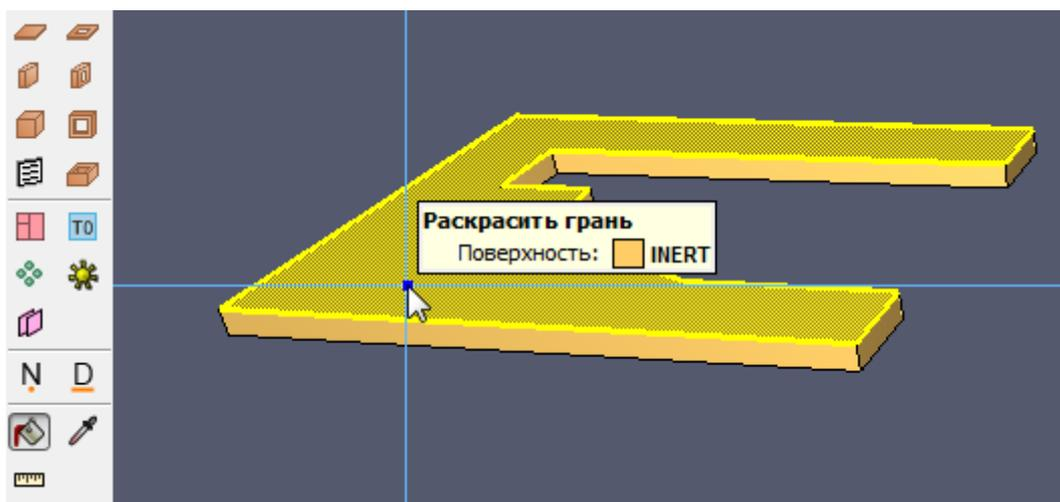

Рисунок 9-33 Грань препятствия подсвечена инструментом раскрашивания
2. Наведите курсор на раскрашиваемую грань. Если грань может быть окрашена выбранной поверхностью/цветом, грань подсветится желтым, как показано на рисунке Рисунок 9-33.